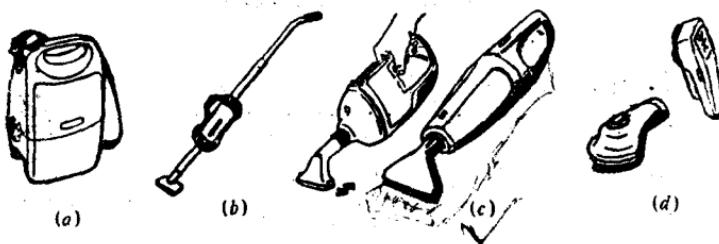

图 1-3 几种便携式吸尘器的外形
便携式吸尘器的特点是重量轻，使用灵活，因为要便于携带，所以它不需装有轮子，但它的使用范围较窄。便携式的式样很多，以下介绍几种主要式样，见图 1-3 所示。
(1) 肩式：它是便携式中最大的一种，实际上是立式、卧式吸尘器的小型化，重量约 2 千克。在使用时，用带子将吸尘器背在肩上，用它来清洁楼梯十分方便，它的耗电量不超过 400 瓦，吸入功率约 80 瓦。其外形见图 1-3(a)。
(2) 杆式：整个吸尘器的形状象一根棍子，电动机等主要部件安装于棍子中间，棍子上端是把手，下端是吸入口，它可清洁沙发之类的低矮家具及墙壁角落等，使用时不需弯腰，轻便省力。其外形见图 1-3(b)。
(3) 手提式：它是直接握在手中使用的吸尘器，构造简单，一般不装软管，耗电在 300 瓦以下，吸入功率小于 45 瓦。它主要用于清洁沙发、衣服、床上用品、抽屉及书架，还可用于汽车吸尘。其外形见图 1-3(c)。
(4) 微型式：形状不一，结构十分简单，没有附件，耗电 1 至数瓦，用干电池作电源，使用灵活，但吸力甚小。它只能用于清洁呢料衣服，故又称大衣刷。穿着日久、积灰不易去掉的呢制服，只要用大衣刷轻轻一刷，尘埃就会被吸走，效
果较好。因此，这种大衣刷在我国气候干燥、灰沙较多的北方城市是颇受欢迎的。其外形见图 1-3(d)。